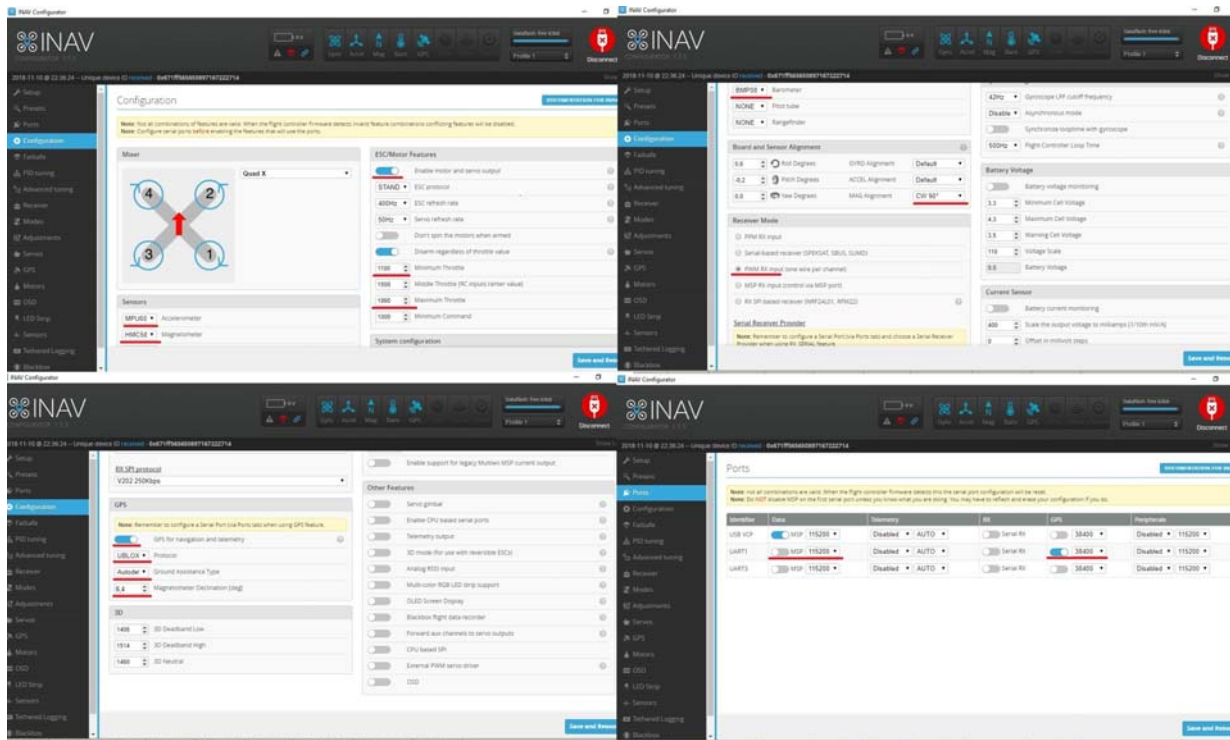

Рис. 6. Вкладки Configuration і Ports
1. Необхідно зайти у вкладки Ports і Configuration і звернути увагу на установку параметрів, підкреслених червоним. Контролер сс3d повинен бути повністю встановлений на квадрокоптері з підключеними моторами і зі знятими пропелерами. Батарея Ліро повинна бути підключена, інакше напруги живлення на барометр, компас, приймач GPS надходити не буде (рис. 6)